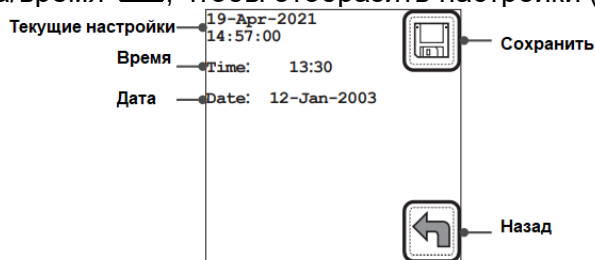

Рисунок 71: Настройка даты и времени
4. Нажмите клавишу **Дата/время** , чтобы отобразить настройки (Рисунок 71 (стр. 59)):